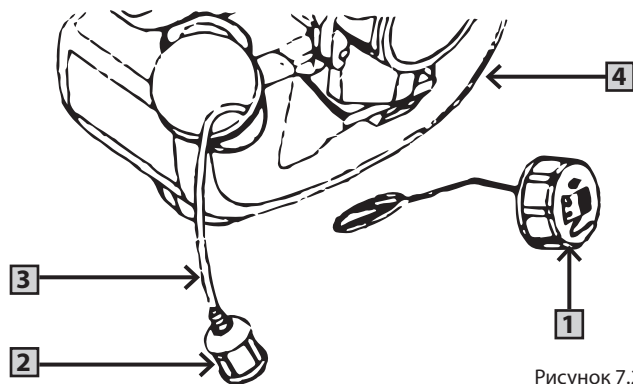

Рисунок 7.2
Открутите и вытащите крышку топливного бака (1) (рис. 7.2.). С помощью проволочного крючка достаньте топливный фильтр (2) из бака (4). Отсоединив от бензопровода (3), промойте его в бензине и вставьте на место.